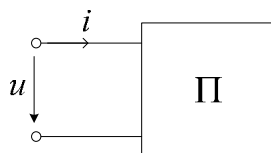

Рис. 67. Электрическая схема задания 10 (задача 1).
1. Найти действующие значения тока и напряжения, а также активную, реактивную и полную мощности пассивного двухполюсника (рис. 67). Мгновенные значения тока и напряжения двухполюсника заданы в табл. 22.